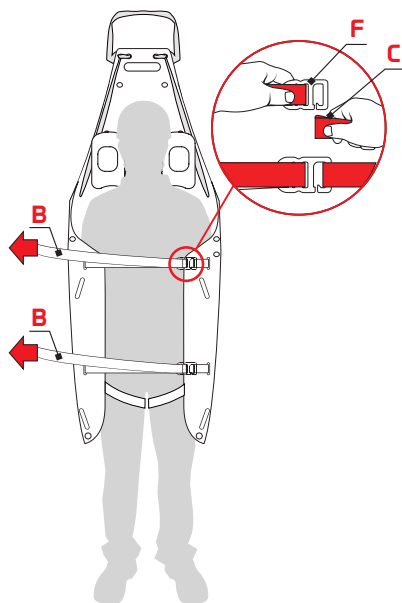

Fig.16
- b) inserire le fibbie con gancio (F) nelle corrispondenti fettucce con asola (C) e tensionare le fettucce (B) per sollevare le parti laterali del piano di appoggio (A) di quanto necessario a contenere il paziente (fig. 16).